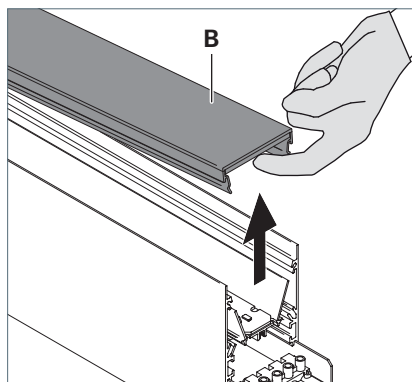

Fig. 12: Rimozione del diffusore.
- Rimuovere il diffusore **B** dal lato della fuoriuscita di luce diretta, vedi Fig. 12.